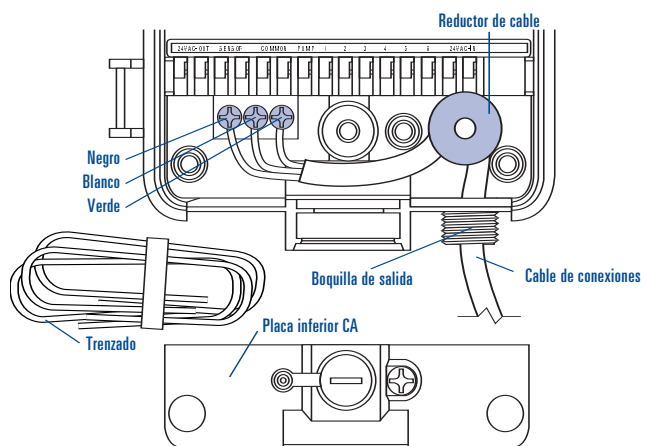

Ilustración A4: Extracción del "Cable de conexión"
- Afloje el tornillo en el reductor de tensión del cable y los tres tornillos en el bloque del terminal y extraiga completamente el cable de conexión. [Ilustración A4]